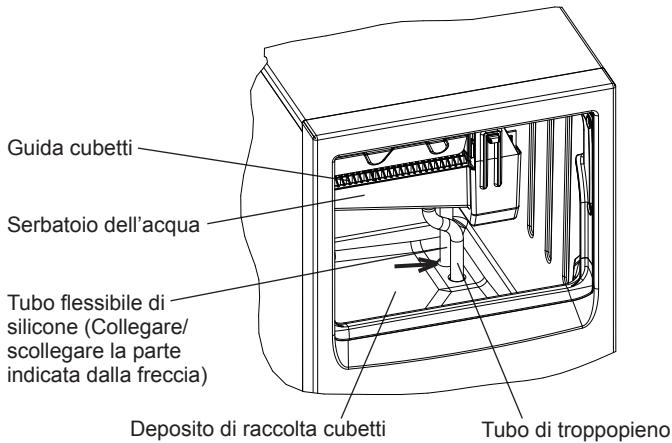

Fig. 5
- 5) Collegare il tubo flessibile di silicone per lo scarico dell'acqua dal serbatoio dell'acqua. Ricollegare il tubo flessibile di silicone nella posizione corretta dopo aver scaricato tutta l'acqua. Vedere Fig. 5.